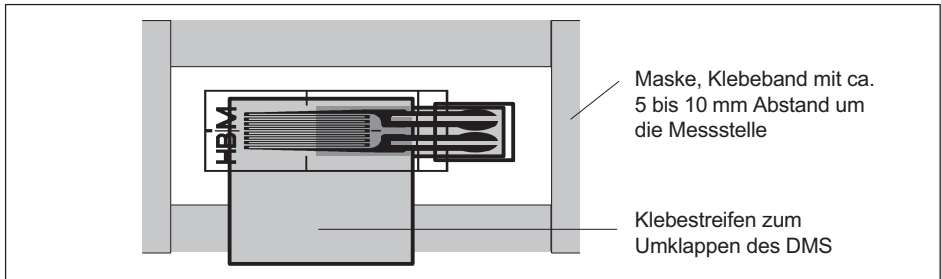

Abb. 5.4 Vorbereiten der DMS-Installationsstelle
- ▶ Bringen Sie ein Klebeband im Abstand von ca. 5 bis 10 mm um die Installationsfläche an (siehe Abb. 5.4).